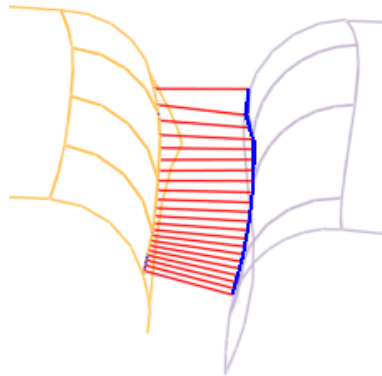

Figura 2.183 Ejemplo de Envelope (línea azul).
- **Envelope:** es la intersección de estas líneas de resultado con las superficies de origen y destino. También se puede modificar su color (Figura 2.183).